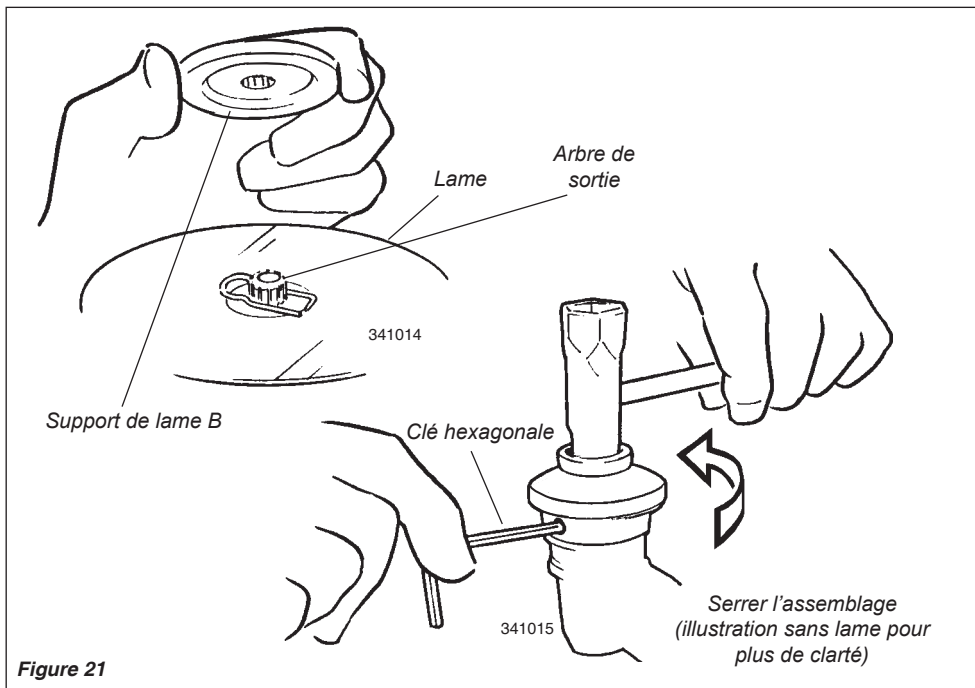

Figure 21
4. Positionner et bloquer la lame en centrant l'attache de sécurité sur l'arbre de sortie. Voir figure 21.
5. Installer le support de lame B sur l'arbre de sortie. Voir figure 21. L'encoche du support doit couvrir complètement l'attache de sécurité et être fermement serrée contre la lame.